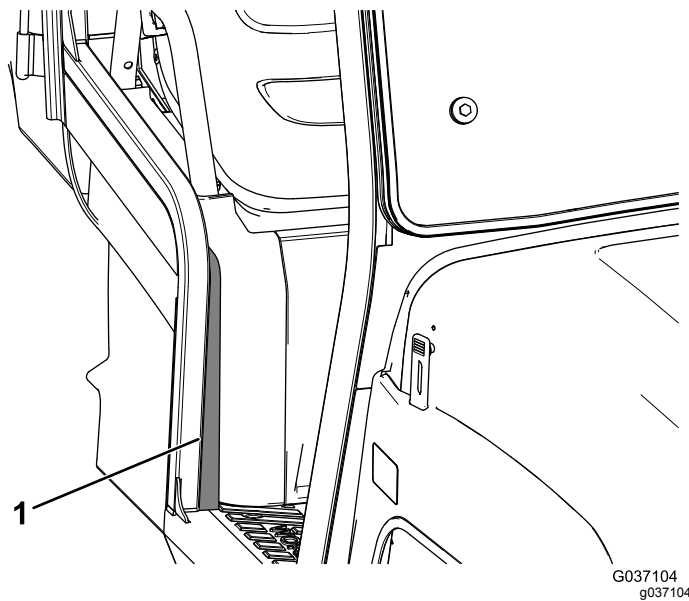

Figure 16
13. Retirez la bande au dos du joint mousse et fixez le joint sur le côté droit de la machine (Figure 16).